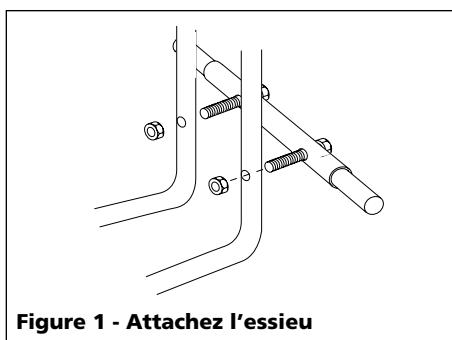

Figure 1 - Attachez l'essieu
2. Mettez la pompe verticale et tenez la bien. Fixez l'essieu aux pieds du chariot en insérant les boulons pré-assemblés dans les trous des pieds du chariot. Fixez le tout avec un écrou de 1/4 po - 20 sur chaque boulon. Utilisez une clé de 7/16 po pour resserrer (Voir la Figure 1).